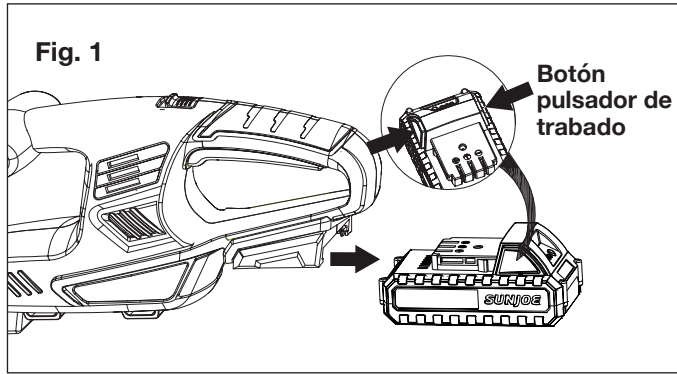

Fig. 1
1. Presione los botones pulsadores de trabado en la batería para poder extraer la batería fuera del equipo (Fig. 1).